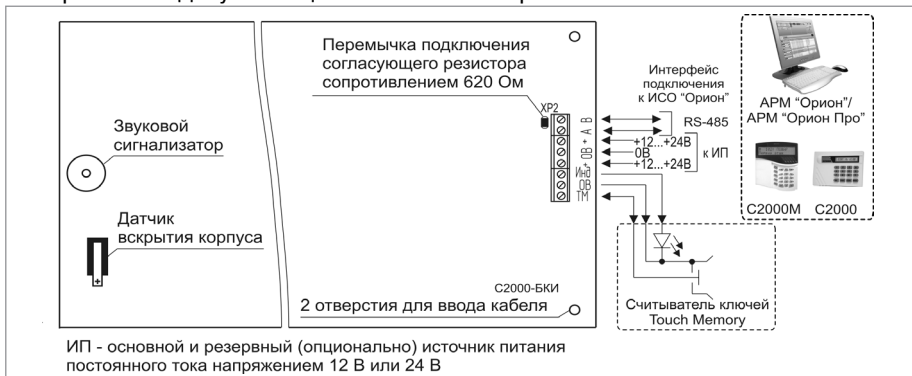

Рисунок 2. Схема внешних соединений блока «С2000-БКИ»
2. Подключение соединительных линий выполняйте в соответствии с проектной документацией и схемой на рис.2.